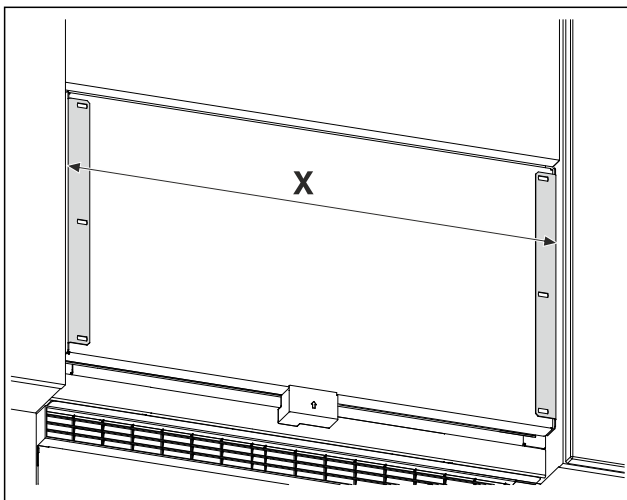

Fig. 26 Примерное изображение
- Измерьте расстояние Fig. 26 (X) между наружными краями крепежных уголков.